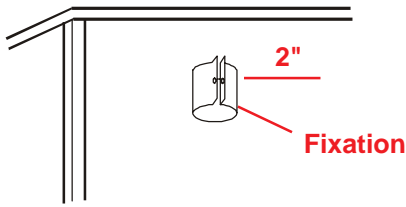

FIGURE 1
Étape 1. Monter la fixation 2" sous le rebord du toit à l'aide des vis fournies. Figure 1.